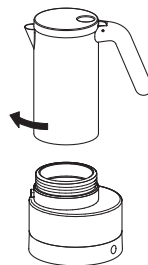

Fig. 6
- Enroscar el recipiente superior en la caldera haciéndolo girar en sentido horario hasta obtener el cierre total. (fig. 6)